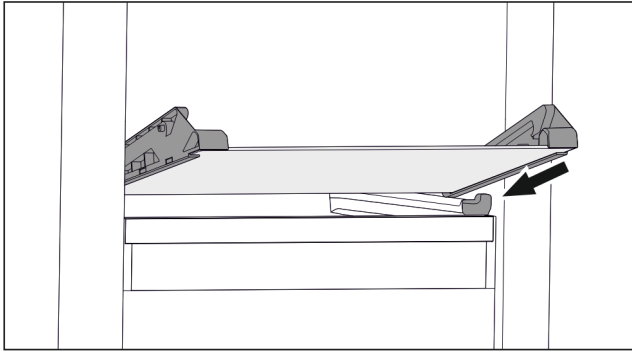

Fig. 71 Placa de sticlă a sertarului înclinabil
- ▶ Așezați placa de sticlă oblic în spatele opritoarelor. (vezi Fig. 71)